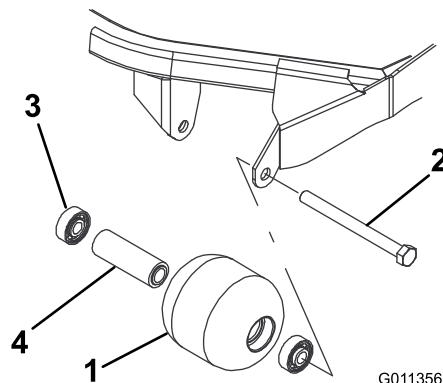

Figura 92
1. Rimuovete il bullone di montaggio del rullo (Figura 92).
4. Verificate la presenza di eventuali danni sull'alloggiamento, sui cuscinetti e sul distanziale del cuscinetto del rullo (Figura 92). Sostituite tutti i componenti danneggiati e procedete con il loro montaggio.
1. Montate il primo cuscinetto premendolo nell'alloggiamento all'interno del rullo (Figura 92). Premete soltanto sulla pista esterna o, in misura uguale, sulla pista interna ed esterna.
2. Inserite il distanziale (Figura 92).
3. Spingete il secondo cuscinetto nell'alloggiamento all'interno del rullo (Figura 92), premendo in misura uguale sulla pista interna ed esterna, fino a quando la prima pista non tocca il distanziale.